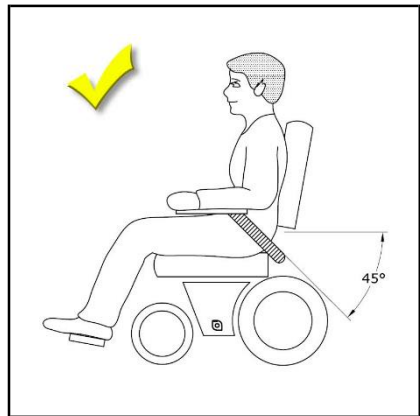

Abb. 4.19: Richtiger Gurtverlauf
- **Überprüfen Sie den korrekten Verlauf des angelegten Gurtes beim Rollstuhlnutzer. Der Gurt soll in einem Winkel von etwa 45° über dem Becken verlaufen (Abb. 4.19).**